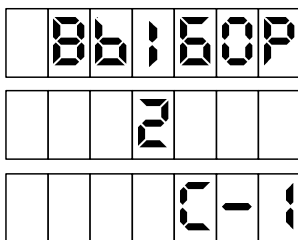

Рисунок 10
– "включен, 2 клавиатуры" отличается тем, что в нижней строке табло дополнительно отображается номер стороны, к которой поднесли карту (рисунок 10). Дальнейшие действия необходимо производить с клавиатуры этой же стороны. Нажатия кнопок противоположной клавиатуры игнорируются.